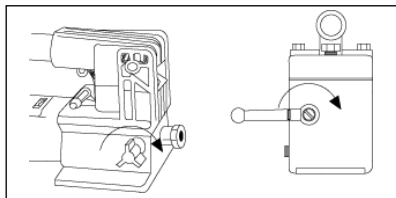

Figure 6
- Fermer le robinet de décharge en le tournant vers la droite, comme l'illustre la figure 6.